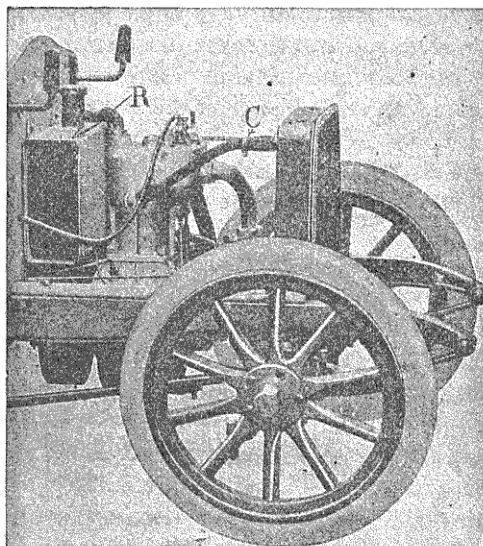
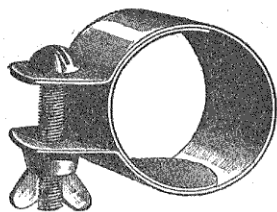

Fig. 150.
Fig. 160. — Collier de serrage pour caoutchouc de circulation d'eau.
Le *réservoir* R contient, avons-nous dit, une quantité d'eau d'environ 10 à 20 litres pour un moteur monocylindrique. Il était, en général, fixé sur le tablier de la voiture en R, comme l'indique la figure 150 à l'intérieur du capot. Il n'est plus *surélevé* comme
*toilage* et être fixés par des colliers. On voit un de ces tuyaux et un de ces colliers en C, sur la figure 150, et un collier sur la figure 160.